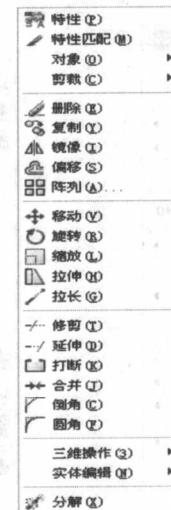

图 1-1-8
(7) 修改: 修改菜单命令主要包含对图形(二维和三维图形)修改编辑的命令, 如特性匹配、删除、复制、镜像、移动、三维操作、实体编辑等, 效果如图 1-1-8 所示。